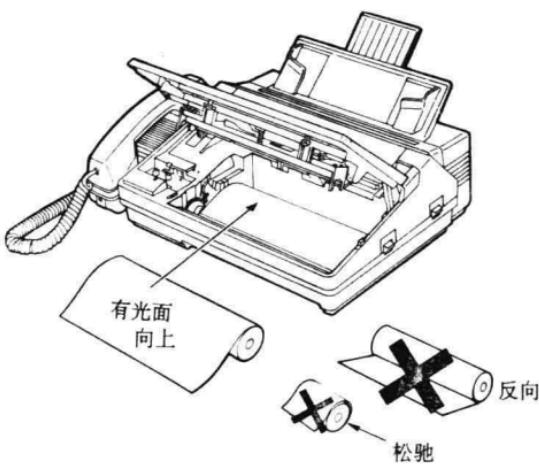

图 1-15
2. 如图 1-15 所示把纸卷正确的放入纸箱部位。务必注意,纸卷有光泽的那面应向上,并且不要让纸卷松弛和方向放反;